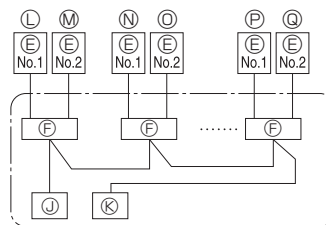

Fig. 6-2
### 6.1. Наружный прибор (Fig. 6-1, Fig. 6-2)
- (1) Снимите защитную панель.
- (2) Подсоедините кабели, как указано на рис. 6-1 и рис. 6-2.